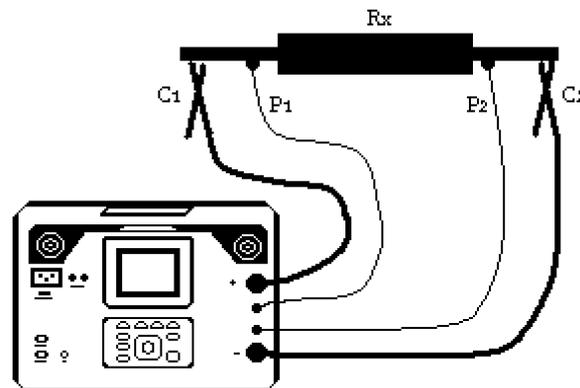

Abbildung 4.5: Anschluss des Geräts an das Messobjekt
Wenn Widerstände $< 20 \Omega$ gemessen werden, ist es ratsam, das Vierdraht-Messverfahren anzuwenden (Abbildung 4.5), um höchste Messgenauigkeit zu erzielen. Mithilfe dieses Messverfahrens fließt der Widerstand der Prüfleitung nicht in die Messung mit ein, wodurch eine Leitungskalibrierung und ein Ausgleich dieser Leitung nicht notwendig sind.
- Schließen Sie das Prüfobjekt an das Gerät an (siehe Abbildung 4.5).